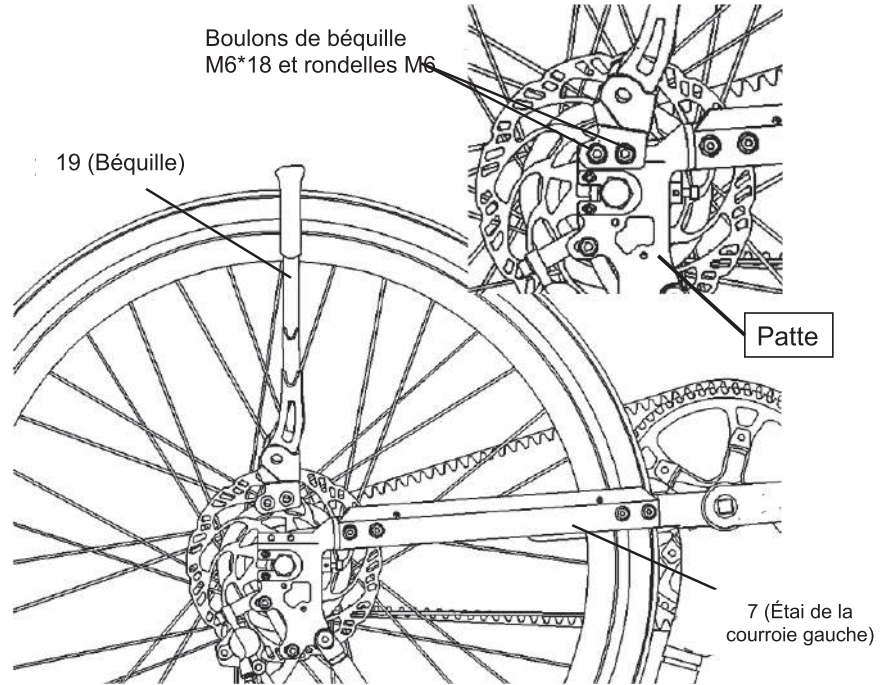

Figure 43 : Fixez la béquille sur la pièce 7.
- Utilisez une clé Allen de 5 mm pour fixer la pièce 19 sur la patte de la pièce 7, comme illustré à la Figure 43.